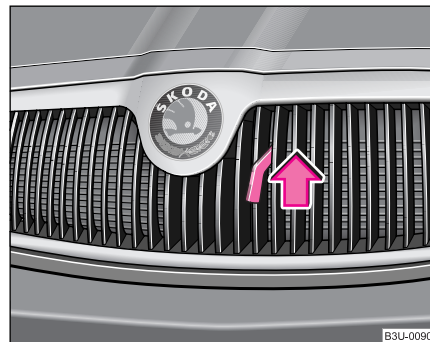

Fig. 159 Grilajul radiatorului: Mâner
- Trageți de mâner ♥ fig. 159 și ridicați capota motorului.